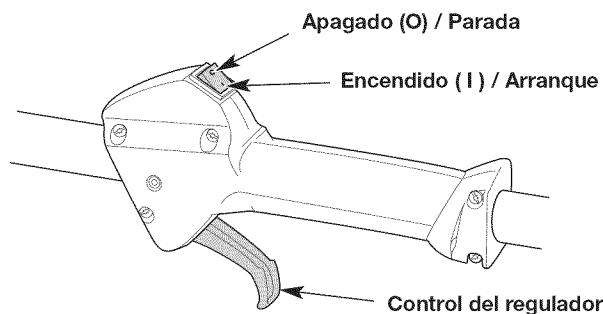

Fig. 7
**NOTA:** No hay necesidad de encender la unidad. El interruptor de Encendido/Apagado debe estar en la posición ENCENDIDO (I) en todo momento (Fig. 7).
6. Apriete el control del regulador (Fig. 7) y tire de la cuerda **5 veces** con movimiento regulado y firme (Fig. 9).
2. Oprima y no suelte el interruptor de control de Encendido y Apagado en la posición APAGADO (O) hasta que el motor se detenga por completo (Fig. 7).